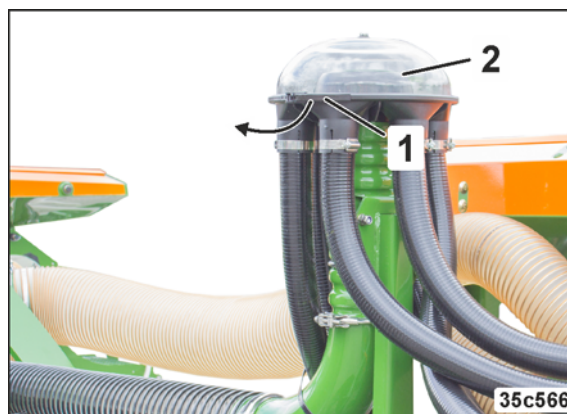

Fig. 287
3. Desserrez la bague de serrage (Fig. 287/1) et retirez le cache en plastique transparent (Fig. 287/2) de la tête de distribution.